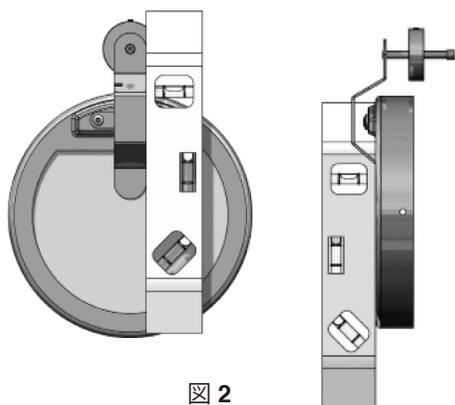

図 2
- ・図2のように、水平器を当てながら正面・側面ともに水平・垂直となるようにT字煙突に取り付けます。